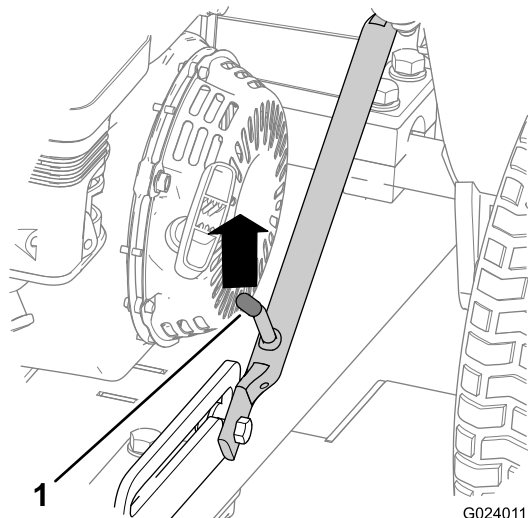

図 16
- A. ラッチレバーがスライドディテントから外れるまで、ヒッチアセンブリを押し上げる 図 16。